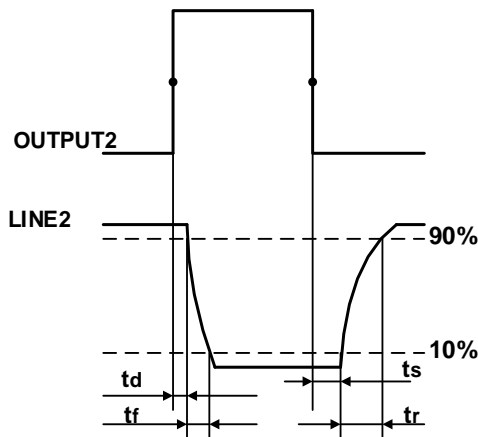

图 7-11 Line2 输出电路参数
- 上升沿延时=td+tf: <20μs (0°C~45°C), 参数说明见图 7-11
- 下降沿延时=ts+tr: <20μs (0°C~45°C), 参数说明见图 7-11